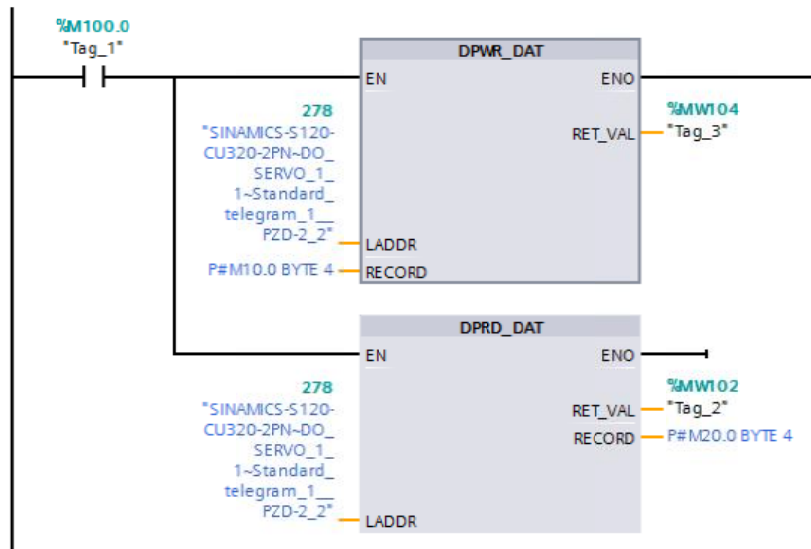

图 3-1 S7-1200 编程
- 3) 在 S7-1200 中需调用“ SFC14(DPRD_DAT)”和“ SFC15(DPWR_DAT)”系统功能块，如图 3-1 所示。